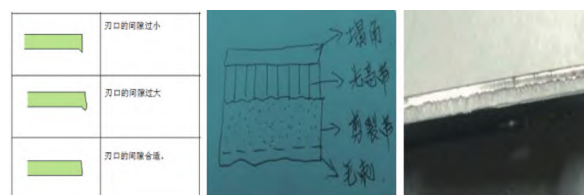
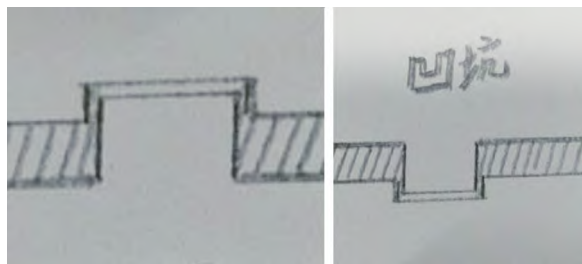

图3 刃口间隙状态
图7 凸起凹坑形状
(1) 目视检查刃口无崩刃,刃口侧壁无烧结、拉毛,如图7所示,无明显发黑区域,避免零件出现带料、毛刺、铁屑等缺陷。
(2) 触摸检查刃口锋利、无变钝圆角,避免切边撕裂出现铁屑。
(3) 查看零件切边横断面结合刃口侧壁擦黑痕迹,如图3所示,判断刃口切边间隙状态,预防零件出现质量缺陷。
OP20（切边）、OP30（翻边）、OP40（整形）三个工序的缺陷，主要是切边铁屑与其他杂物引起此类凸点（凹坑）形态，凸起（下陷），四周无光滑曲面，经过两次挤压后，凸点颜色会变浅（凹坑形状会变浅），如图7所示。